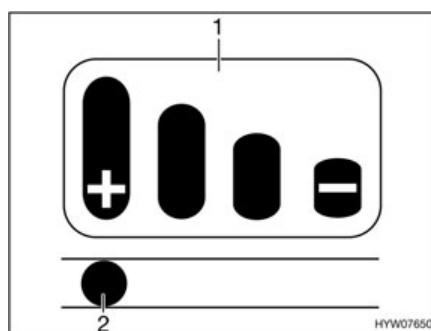

Fig. 180 Indicación del desgaste
En la palanca de acoplamiento se ha instalado una indicación del desgaste (Fig. 180) con un diagrama de barras (Fig. 180,1).
- Cuando el perno (Fig. 180,2) en el agujero oblongo se encuentra en la marca "+", los forros de fricción todavía se encontrarán en estado nuevo.